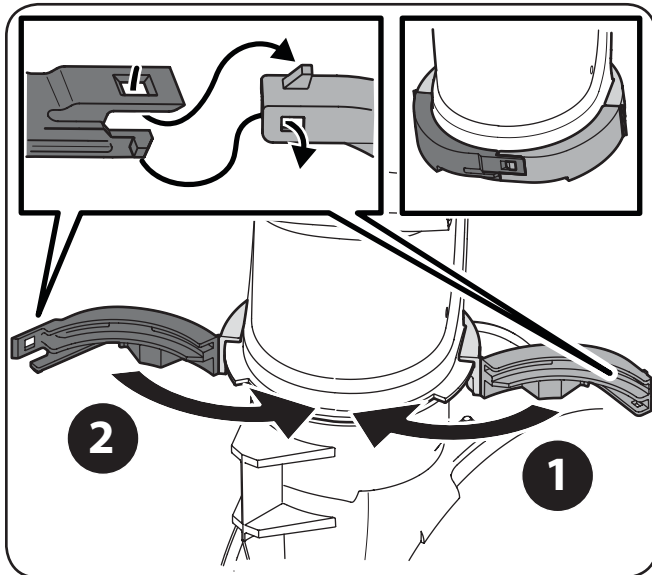

Figura 3-5
- Sujete la banda para el canal al canal alineando primero las dos uniones de ajuste a presión y oprimiendo los dos extremos (1 y 2) para unirlos como se indica. Asegúrese de que las dos lengüetas de los extremos queden enganchadas, como se indica en el recuadro superior izquierdo de la Figura 3-5. Si se ensambla correctamente, la banda para el canal debe quedar como se muestra en el recuadro superior derecho de la Figura 3-5.
IMPORTANTE: Si debe extraer el canal por cualquier motivo, se debe usar un destornillador para soltar las lengüetas de traba que se mostraron anteriormente en el recuadro izquierdo de la Figura 3-5.